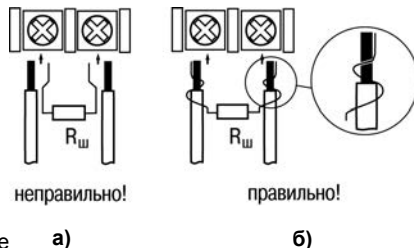

Рисунок 6.1
- 2 Подключение преобразователей с выходом в виде тока ($0...5,0$ мА, $0...20,0$ мА или $4,0...20,0$ мА) – только после установки шунтирующего резистора сопротивлением $50,0$ Ом (допуск не более $0,1\%$), подключение которого необходимо производить в соответствии с рис. 6.1,б, т.е. вывод резистора должен заводиться с той же стороны винтовой клеммы, что и провод от датчика. При использовании провода сечением более $0,35$ мм конец провода и вывод резистора необходимо скручивать или спаять.